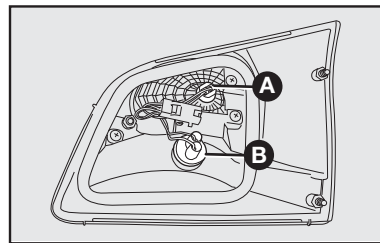

fig. 53
A-fig. 53: luz de posición trasera.
B-fig. 53: luz de marcha atrás.
2) Para sustituir la lámpara de la luz de posición, tire del portalámpara **A-fig. 53**, tire de la lámpara fijada a presión y sustitúyala.
3) Para sustituir la lámpara de la luz de marcha atrás, gire el portalámpara **B-fig. 53** en el sentido antihorario, tire de la lámpara fijada a presión, sustitúyala y recolque el portalámpara, girándolo en el sentido horario.